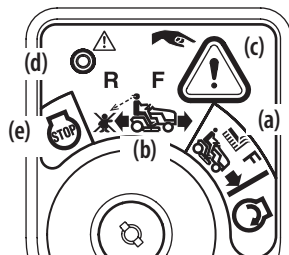

Figure 26
2. Tournez la clé de la position de tonte normale (a) à la position de tonte en marche arrière (b). Voir Figure 26.
3. Pressez le bouton du mode de tonte en marche arrière (c) sur le coin supérieur droit du tableau de bord pendant trois secondes. Le témoin lumineux rouge (d) dans le coin supérieur gauche s'allume lorsque le bouton de marche arrière est activé. Voir Figure 26.
5. Regardez toujours derrière vous et vers le sol avant de reculer et lorsque vous reculez pour vous assurer qu'il n'y a pas d'enfants à proximité. Après avoir repris la marche avant, tournez la clé à la position de tonte normale (a). Voir Figure 26.
- La clé soit placée à la position de tonte normale (a) ou à la position ARRÊT (e). Voir Figure 26.